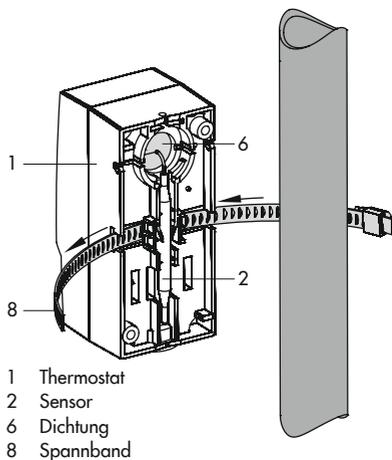

Bild 5-3: Montage als Anlegethermostat
4. Dichtung (6) nach Bild 5-3 einsetzen.
5. Spannband (8) an der Gehäuserückwand (1) hinter der Sensorhalterung durchziehen.